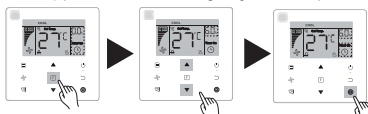

Figura 6.16
- 1) Configurar **"Temporizador Ligado"**: prima o botão (Função) para ir para a configuração **"Temporizador Ligado"** o visor mostra **"0.0h Temporizador Ligado"**, e as palavras **"Hora Ligar"** começam a piscar, depois prima o botão ● (Confirmar) para ir para a configuração do temporizador. Prima os botões ▲ e ▼ para ajustar a hora e prima o botão ● (Confirmar) para concluir a configuração do temporizador (ver Figura 6.16).